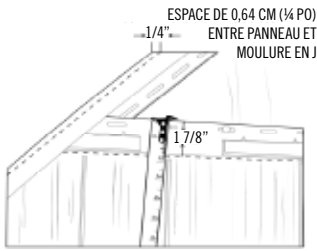

Figure 38
1. Mesurer 4,76 cm (1 7/8 po) verticalement vers le bas de la bride de clouage supérieure de la phase précédente et tracer une marque (Figure 38).